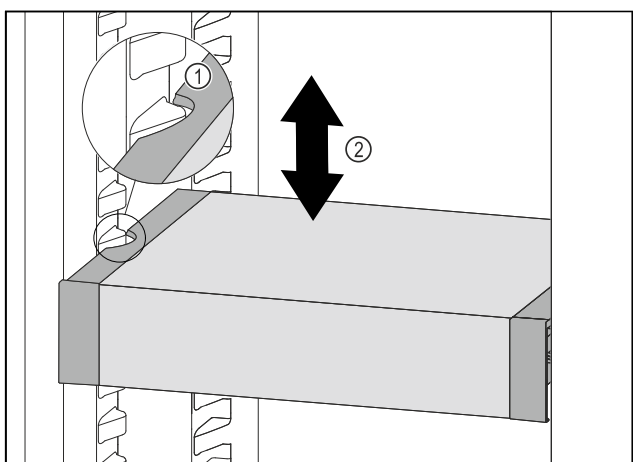

Fig. 60
- ▶ Trekk VarioSafe forover, til utsparingene på sidene av VarioSafe er på nivå med rillene i kjøleskapet. Fig. 60 (1)
- ▶ Flytt VarioSafe oppover eller nedover i kjøleskapet, til ønsket høyde er nådd. Fig. 60 (2)